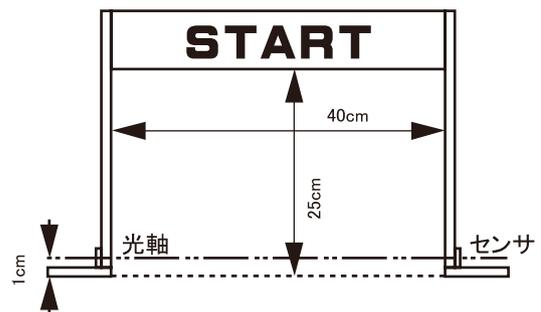

図5 スタート・ゴールゲート
8. スタートライン及びゴールライン上のセンサについて(図5に示されている)